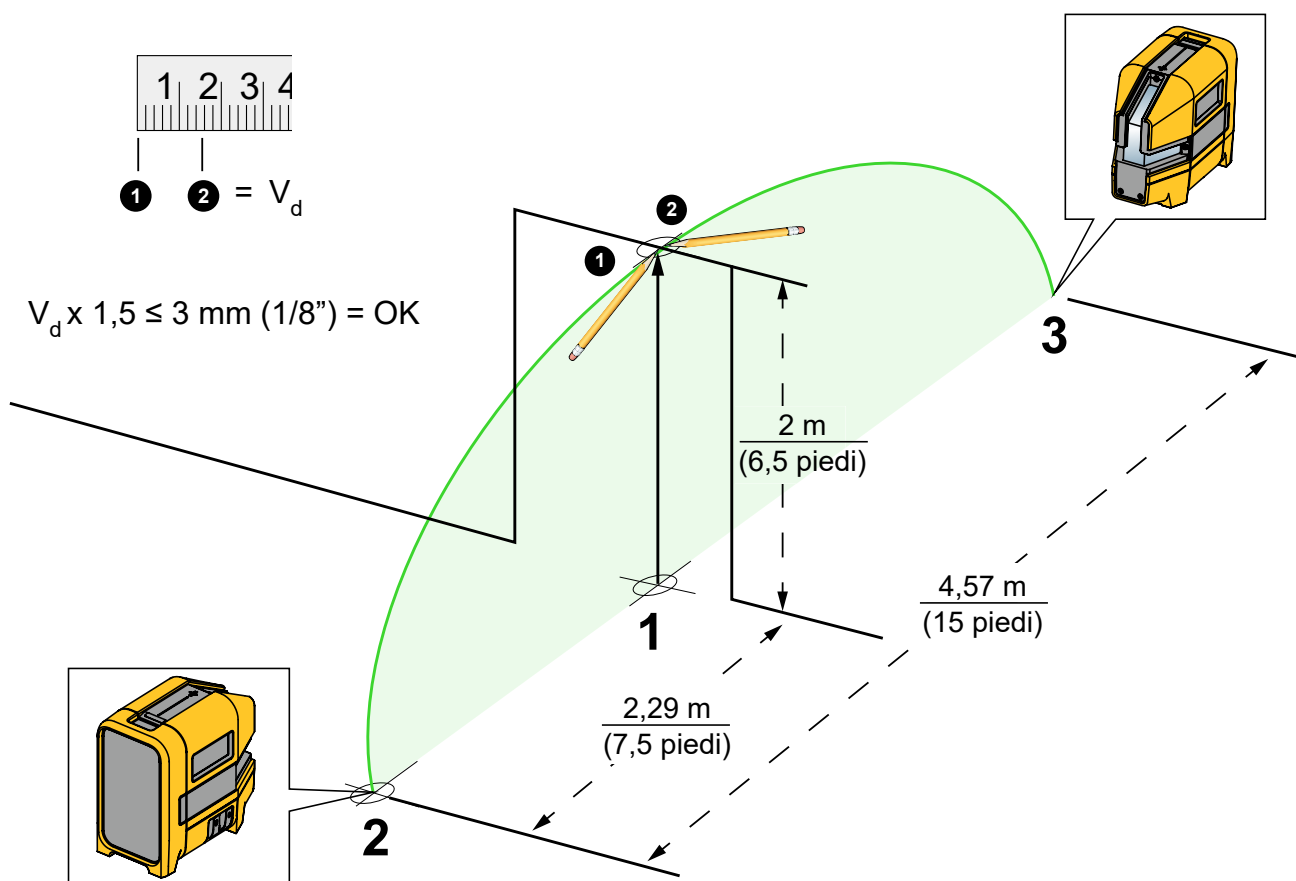

Figura 8. Precisione del laser verticale
3. Apporre una croce (contrassegno 1) sul pavimento, centrata sul contrassegno della traversa del telaio della porta. Vedere la Figura 8.